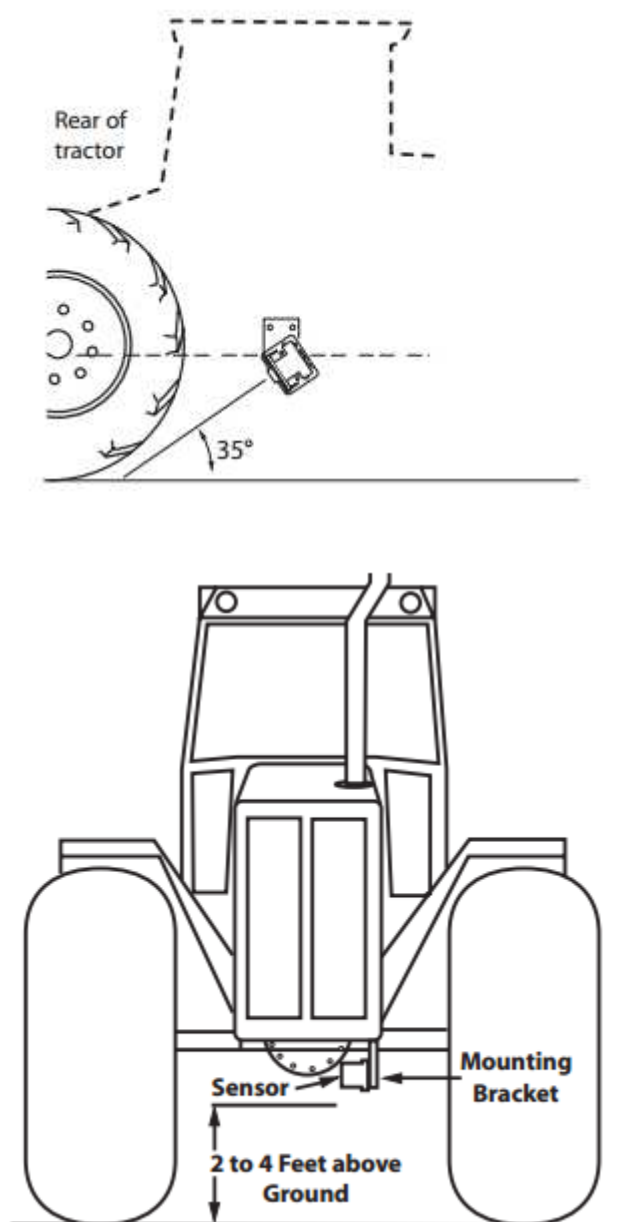

图 21 DMI 传感器安装示意图
- 将 DMI 传感器安装固定在载体上, 安装方式与安装角度视位移传感器需求而定, 推荐地速雷达传感器安装方式如图 21 所示: